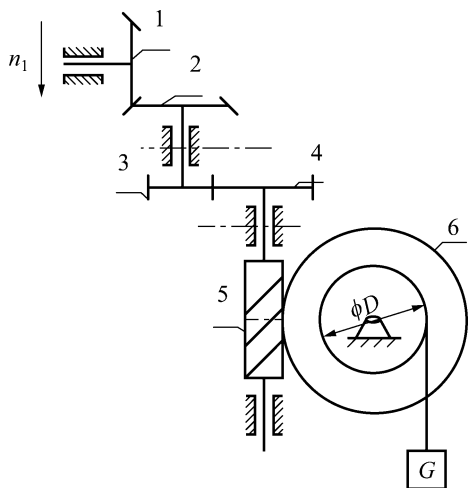

图 32
19. 如图 32 所示，已知各轮齿数分别为 $z_1 = 16$ ， $z_2 = 32$ ， $z_3 = 20$ ， $z_4 = 60$ ， $z_5 = 2$ ， $z_6 = 40$ ，若 $n_1 = 800 \text{ r/min}$ ，求：（1）蜗轮的转速 n_6 及各轮的转向。（2）若鼓轮直径 $D = 200 \text{ mm}$ ，求重物移动的速度。